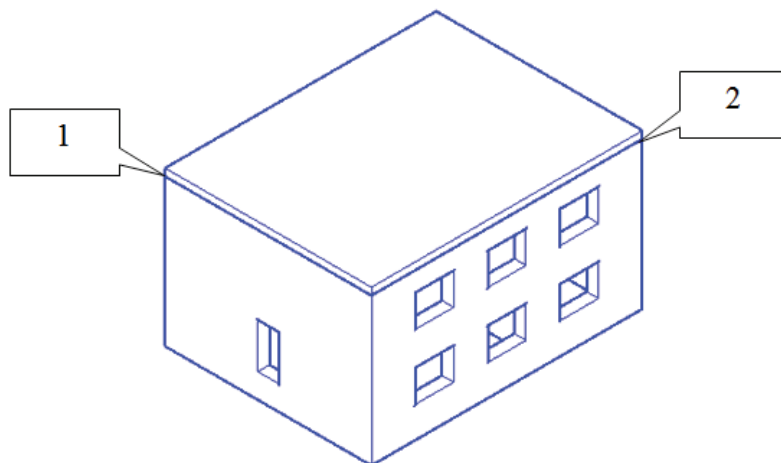

Рис. 191. Создание перекрытия командой Ящик
8. Начертим горизонтальное перекрытие толщиной 300 мм на отметке + 6,000, затем скопируем его на отметку +3,000 и 0,000 (рис. 191). Установим пользовательскую систему координат МСК  МСК.
8.1. Лента → вкладка Главная → панель Моделирование → Ящик  Ящик (см. рис. 191).
**ЯЩИК** Первый угол или [Центр]: укажем курсором точку 1 ящика (см. рис. 191).
**ЯЩИК Другой угол или [Куб Длина]:** укажем курсором точку 2 ящика (см. рис. 191).